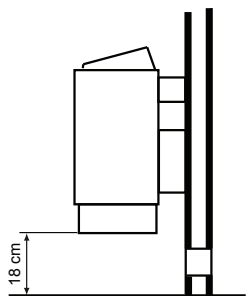

Рис. 6
4. Печь повесить на стену. (рис.6)